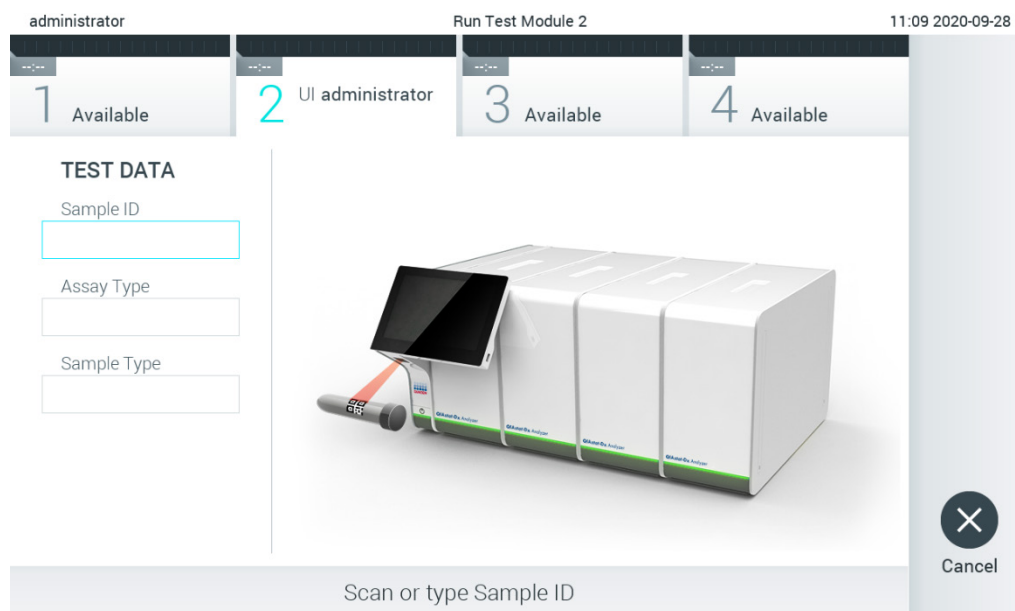

Рис. 81. Сканування штрих-коду ідентифікатора зразка.
2. Коли з'явиться запит, відскануйте штрих-код ідентифікатора зразка зчитувачем штрих-кодів, вбудованим в операційний модуль (рис. 81).